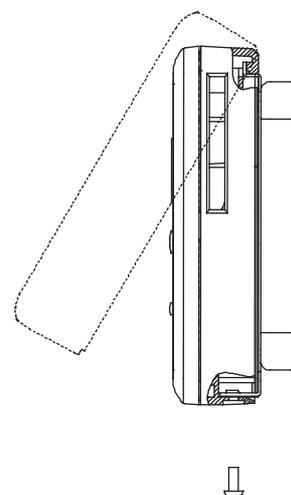

図15 取付プレートへの本体の差し込み
- ① 取付プレートを付属のM3～M4木ねじ2本で壁面に取付けます（取付ねじ間隔は、83.5 mmです）。
- ② 対応するRF受信機の電源が投入されていることを確認します。
- ③ 本体の極性表示を確認して正しい方向に電池を2個入れます。
- ④ 周波数チャンネル、グループアドレスを設定します（このときの設定は、対応するRF受信機と合わせてください）。
- ⑤ RF受信機に2台のセンサ（ネオセンサワイヤレス温度/温湿度センサ、ネオパネルワイヤレスのいずれか）が接続される場合にはセンサを特定するためのセンサアドレスを設定します（このときの設定は“0”または“1”とし、センサごとに違うアドレスに設定してください）。
- ⑥ 取付プレートに本体を差し込みます（図15参照）。
- ⑦ 付属の本体取付M3ねじで取付プレートに固定します。